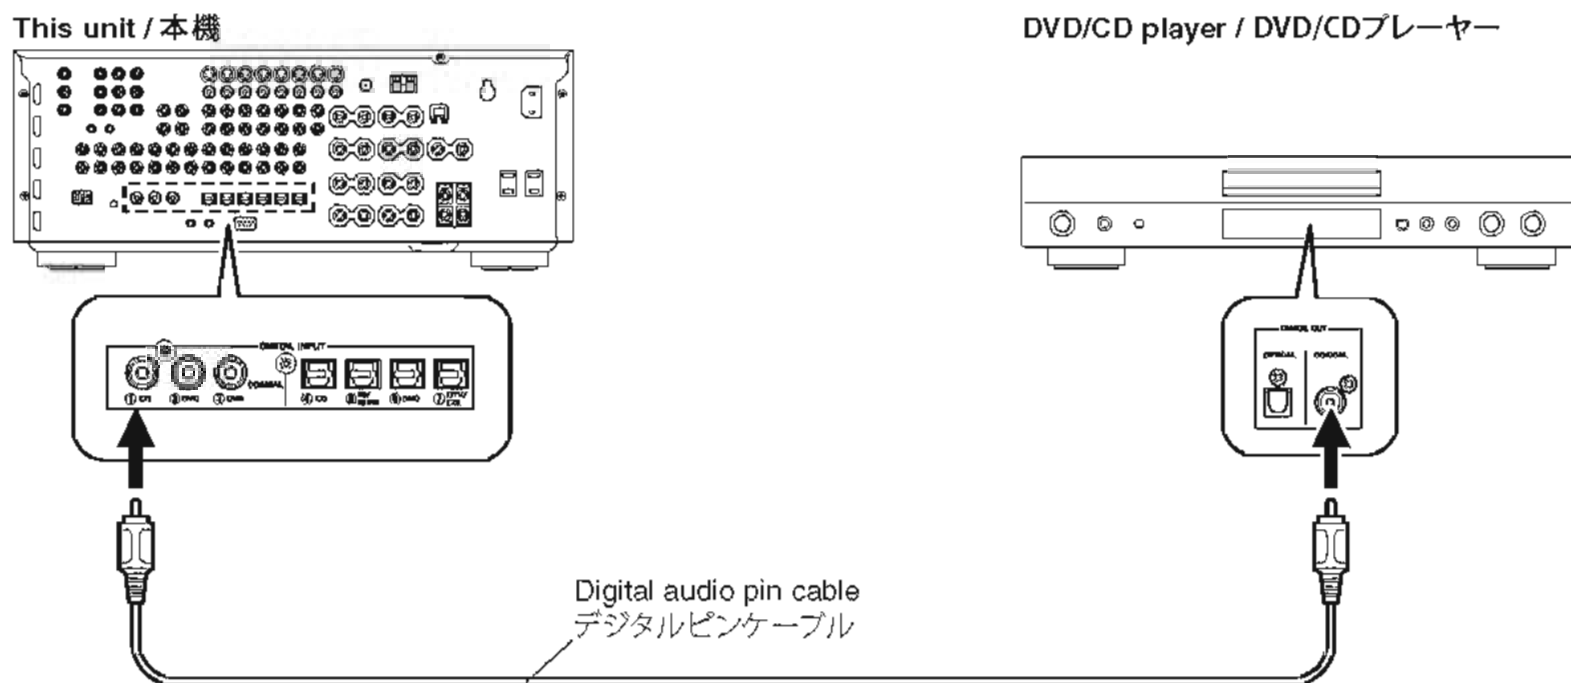

Fig. 1
- 1. Connect this unit and DVD/CD player as shown below. (Fig. 1)
- 1. 本機とDVD/CDプレーヤーを下記のように接続します。(Fig.1)